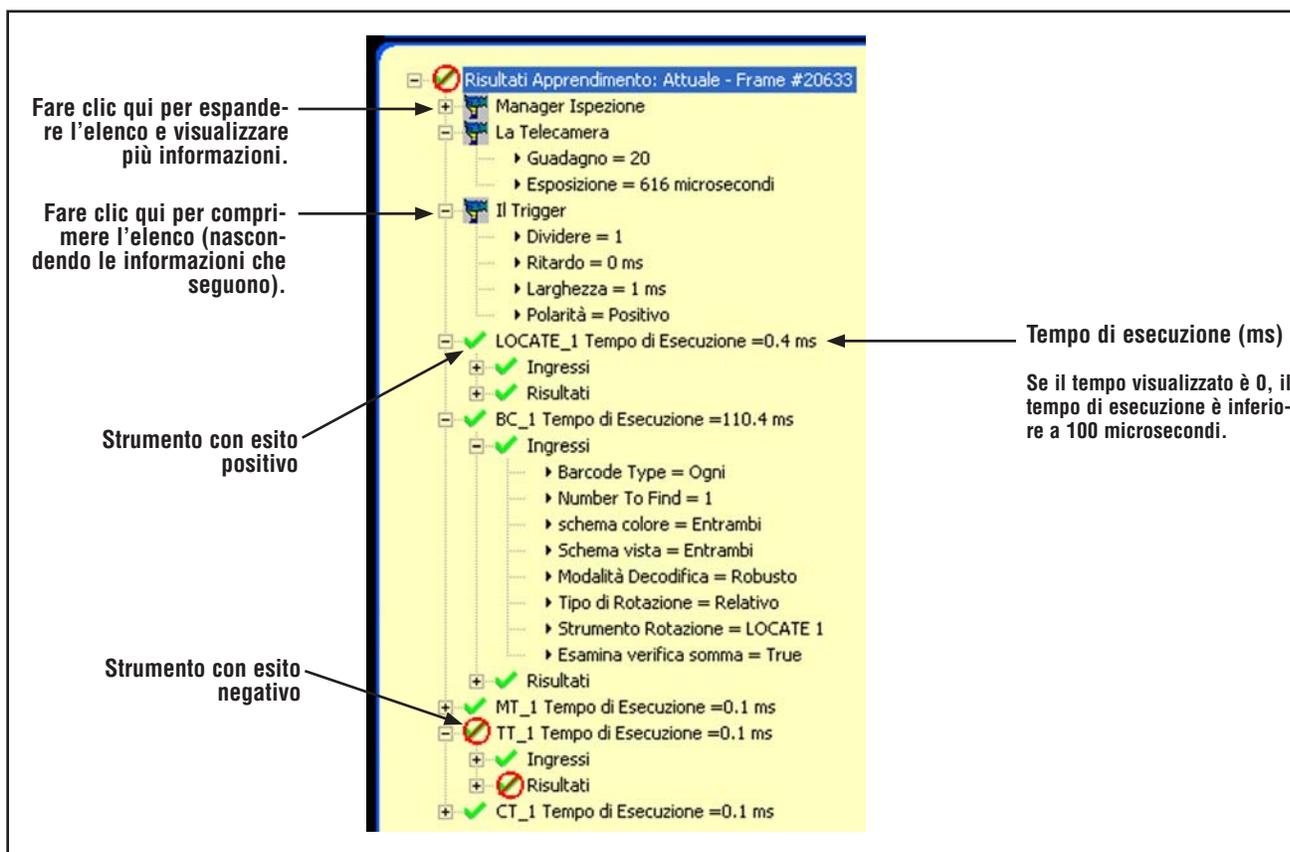

Figura 11-1. Finestra Risultati
- Se il valore corrente si trova all'interno delle tolleranze impostate per lo strumento Test, oppure se lo strumento è stato eseguito correttamente, comparirà un segno di spunta verde accanto al parametro (vedi **Strumenti con esito positivo** nella Figura 11-1).
- Se il valore corrente non si trova all'interno delle tolleranze impostate per lo strumento Test, oppure se lo strumento non è stato eseguito correttamente, comparirà un simbolo di errore rosso accanto al parametro (vedi **Strumenti con esito negativo** nella Figura 11-1).